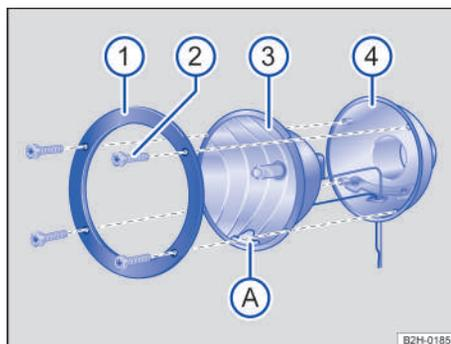

Fig. 157 Faro adicional en el techo del vehículo: desmontar el cristal.
2. Suelte los tornillos con el destornillador de las herramientas de a bordo → fig. 157 ②.
3. Retire el anillo de sujeción → fig. 157 ① del reflector → fig. 157 ③.
4. Saque el reflector → fig. 157 ③ de la carcasa del faro → fig. 157 ④.
12. Coloque el reflector → fig. 157 ③ en la carcasa del faro → fig. 157 ④. La marca → fig. 157 ⑤ deberá mirar hacia abajo → ①.
13. Coloque el anillo de sujeción en el reflector → fig. 157 ①.
14. Apriete los tornillos con el destornillador → fig. 157 ②.